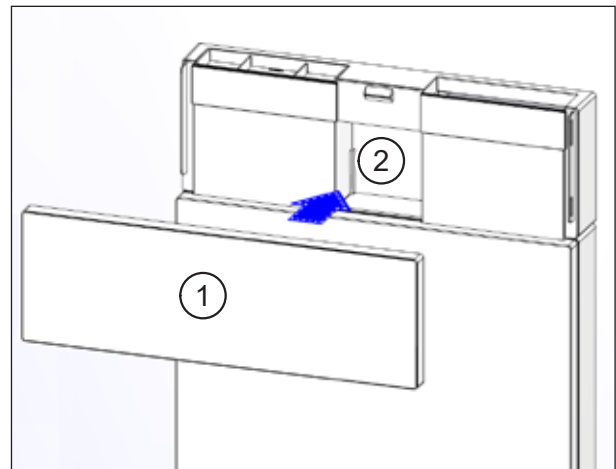

Abb. 54: Abdeckung auf Kanaladapter aufsetzen
- ▶ Setzen Sie die Abdeckung (Pos. 1 in Abb. 54) auf den Kanaladapter (Pos. 2 in Abb. 54) auf.